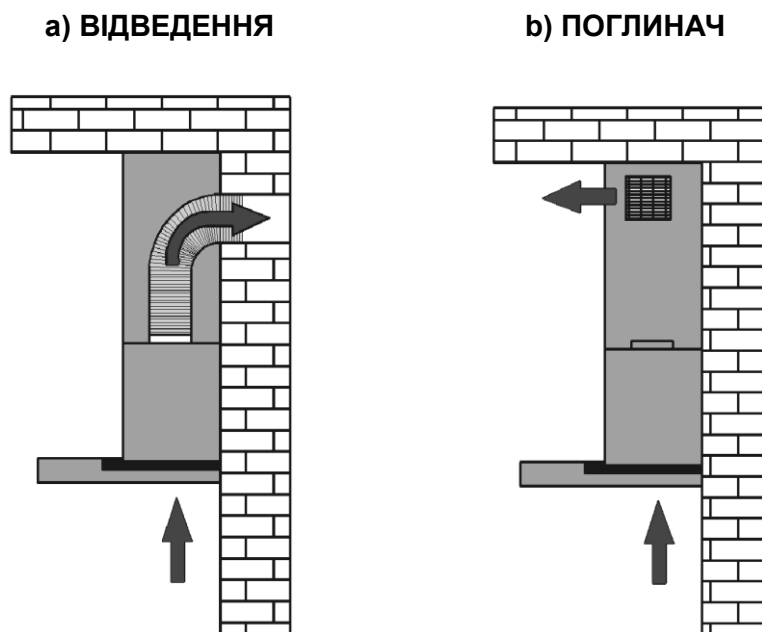

Рис. 2
1) Відведення (Рис. 2а) – повітря видаляється поза будівлю через з'єднання витяжки з вентиляційною трубою за допомогою жорсткої пластикової труби діаметром 120 або 100 мм із застосуванням редукції або за допомогою трубок і фітінгу з квадратним перерізом